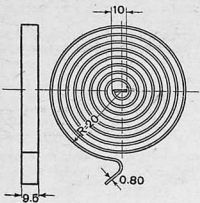

Рис. 1
Сцепление Фрезер (рис. 1 и 2) имеет две главные части — круглую коробку и маховик. Коробка является ведомым элементом, маховик — ведущим.
**Ответ.** Спираль термостата подогревателя карбюратора ЗИС-101 (рис. 1) изготовлена из термометаллической ленты, состоящей из двух компонентов: инвар — ЭН-36 и маломагнитная сталь ЭН-25. Химический состав указанных компонентов следующий: